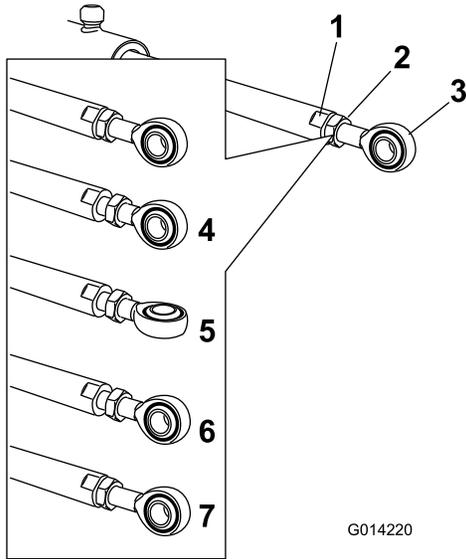

Figura 59
5. Utilice una llave sobre las zonas planas del émbolo del actuador para inmovilizarlo y, a continuación, afloje la contratuerca para poder ajustar la varilla de ojal (Figura 59).
6. Gire la varilla de ojal en el émbolo del actuador para acortar o alargar el actuador extendido a la posición deseada (Figura 59).